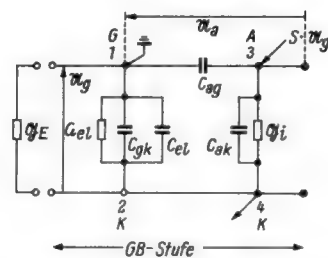

Bild 8. Die GB-Stufe und der ihr zugehörige Abschlussleitwert auf der Eingangsseite
d) Der Ausgangsleitwert \mathfrak{Y}_A kann erst berechnet werden, wenn der Abschlussleitwert \mathcal{G}_E am Eingang der GB-Stufe (Bild 8) bekannt ist. Dieser wird aber erst bei der Durchrechnung der KB-Stufe gefunden.